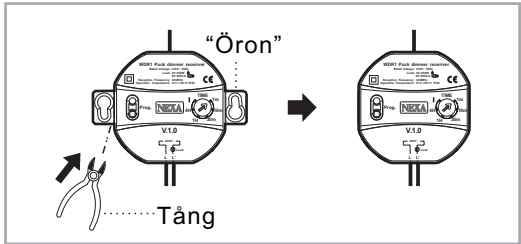
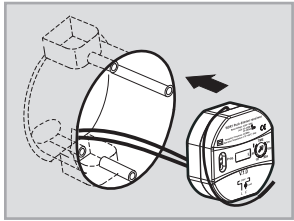
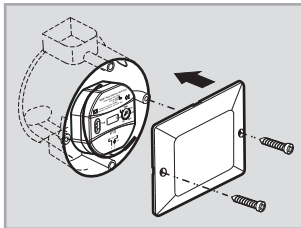

fig.4
fig.5
fig.6
(Se fig.4 - fig.6)
- 3.4.1.1 Avlägsna "öronen" med tång (se fig.4).
- 3.4.1.3 Applicera WDR1 i dosan (se fig.5). Montera därefter doslock (se fig.6).